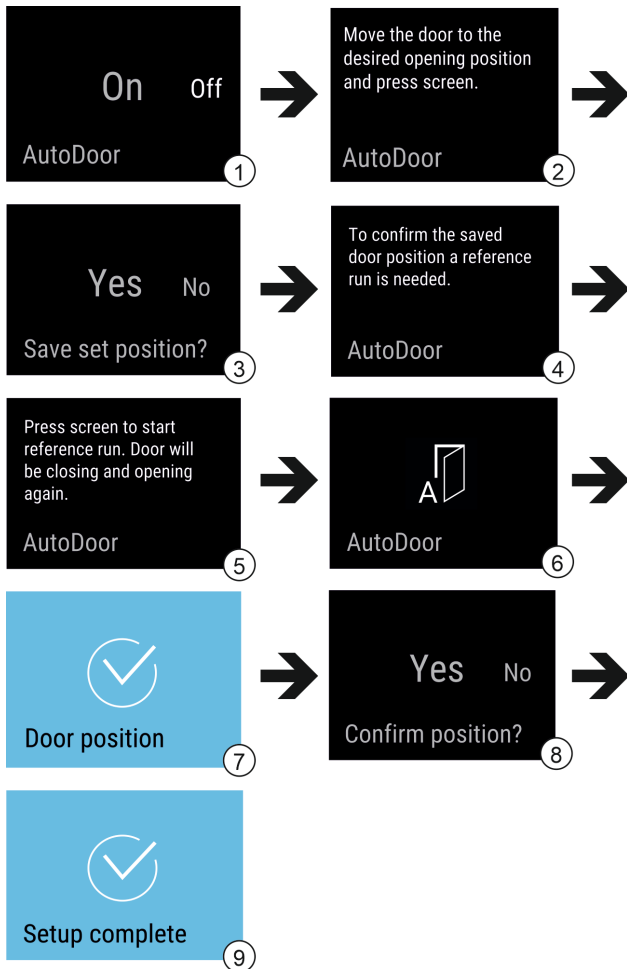

Fig. 13 Vejledende visning af visningerne på engelsk
- ▶ Aktivér AutoDoor: Skift visningen på displayet til On med en strygebevægelse. Fig. 13 (1)
- ▶ Tryk i 3 sekunder på displayet. Fig. 13 (1)
- ▶ Konfigurering af døråbningsvinklen: Åbn døren mindst 70°. Fig. 13 (2)
- ▶ Bekræftelse af døråbningsvinklen: Tryk på meldingen på displayet. Fig. 13 (3)
- ▶ Start af referencekørsel: Tryk på displayet. Fig. 13 (5)
- ▷ Displayet blinker. Fig. 13 (6)
- ▷ Referencekørslen blev udført korrekt: Displayet er blå i 2 sekunder. Fig. 13 (7)
- ▶ Bekræft døråbningsvinklen. Fig. 13 (8)
- ▷ Displayet bliver blå. Fig. 13 (9)